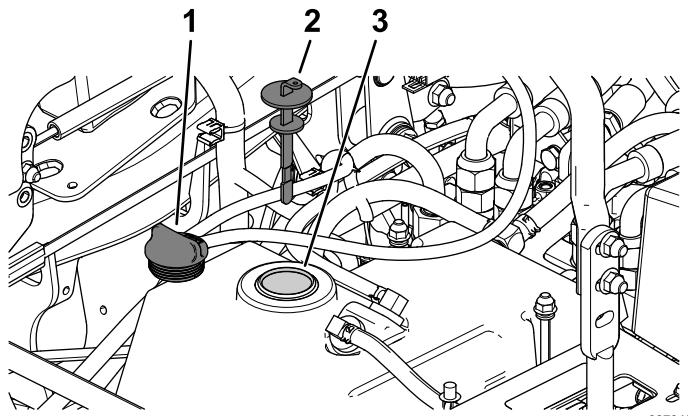

Figura 66
5. Retire el tapón del depósito hidráulico (Figura 66).
6. Retire la varilla y límpiela con un paño limpio (Figura 66).